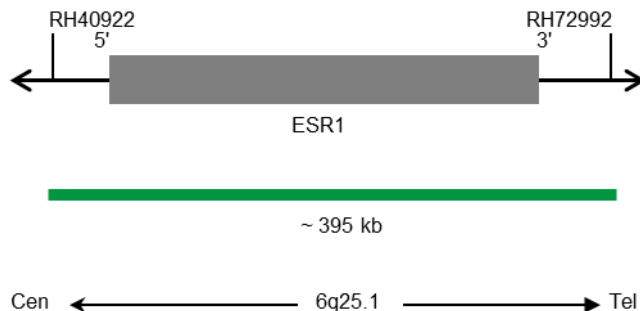

Fig. 1: SPEC ESR1 Mappa della sonda (non in scala)
- Polinucleotidi (~10 ng/μl) marcati con ZyGreen (eccitazione 503 nm/emissione 528 nm), le cui sequenze target mappano in 6q25.1* (chr6:152,083,365-152,478,947) che ospitano la regione del gene ESR1 (vedere Fig. 1).